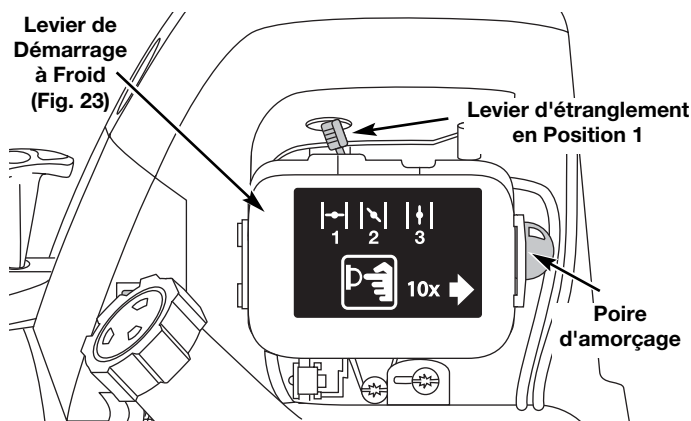

Fig. 7
4. Pressez et relâchez la poire d'amorçage à 10 reprises, lentement. Une certaine quantité d'essence devrait être visible dans la poire d'amorçage et les conduites d'essence (Fig. 7). Si vous n'apercevez pas d'essence dans la poire, pressez et relâchez la poire autant de fois qu'il le faut pour y voir de l'essence.
5. Placez le levier d'étranglement en position 1 (Fig. 7).